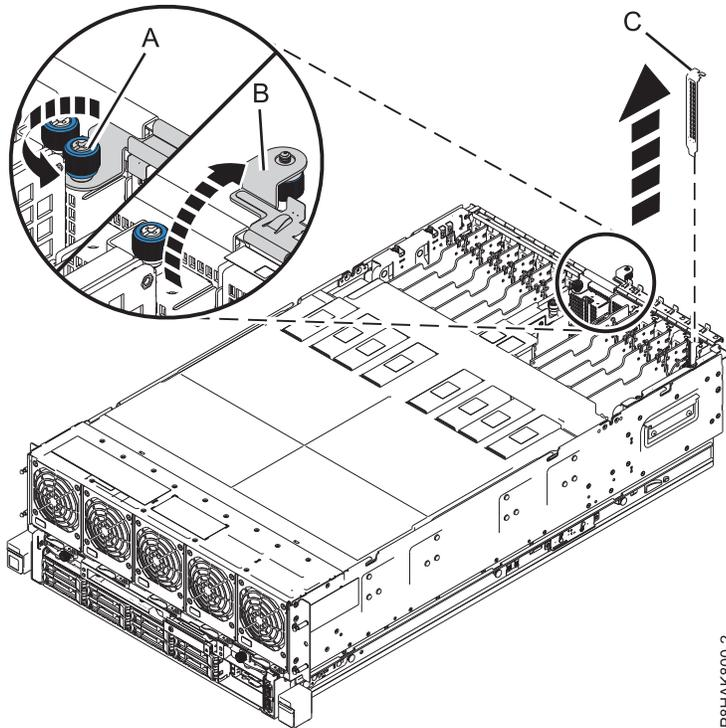

Abbildung 3. Platzhalterelement aus einem PCIe-Adaptersteckplatz aus dem System vom Typ 8408-44E oder 8408-E8E ausbauen
- a. Lösen Sie die Rändelschraube der E/A-Halterung, bis diese vollständig gelöst ist. Siehe **(A)** in Abb. 3 auf Seite 6.
- b. Öffnen Sie die E/A-Halterung, indem Sie sie nach oben und weg vom System drehen. Siehe **(B)** in Abb. 3 auf Seite 6.
- c. Fassen Sie zum Ausbauen des Platzhalterelements **(C)** dieses vorsichtig an der oberen Kante oder am oberen Haltesteg und bauen Sie es aus dem System aus. Siehe Abb. 3 auf Seite 6.